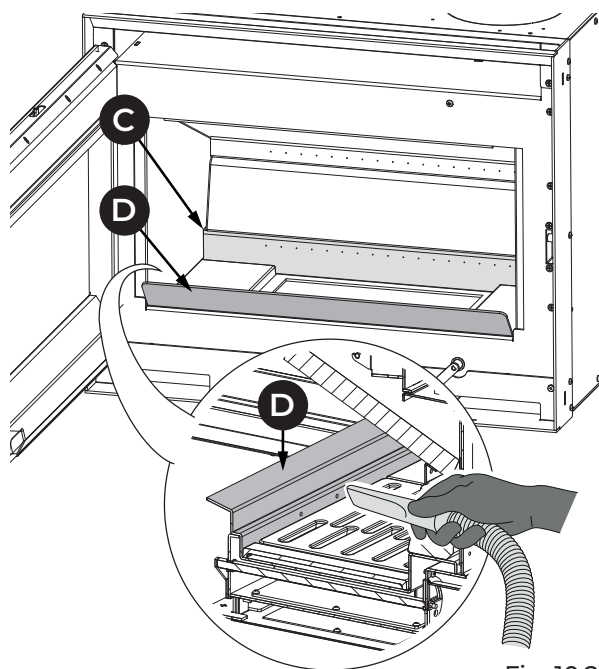

Fig. 10.2
2	Estrarre il cassetto cenere (B) dal basamento ed aspirare l'eventuale cenere depositata nei vani sottostanti (Fig. 10.2).
3	Aspirare i fori posteriori (C) e anteriori (D - ove previsti) del distributore aria comburente al fine di evitare eventuali accumuli di cenere (Fig. 10.2).